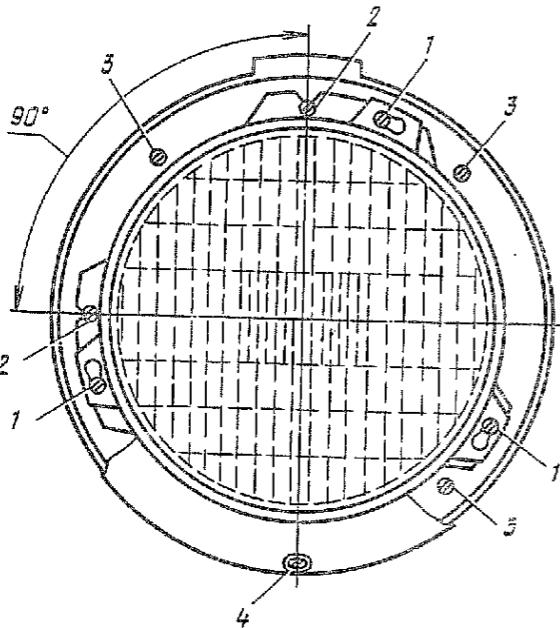

Рис. 95. Фара:
1.4. Вывернуть винт 1 (рис. 95) крепления ободка фары, снять резиновый уплотнитель и ободок фары (отвертка 150×0,5).
2.2. Завернуть винты 3 (рис. 95) крепления корпуса фары к облицовке передка (отвертка 200×1,0).
2.8. Надеть на фару резиновый уплотнитель, установить ободок фары и завернуть винт 1 (рис. 95) крепления ободка к корпусу фары (отвертка 150×0,5).